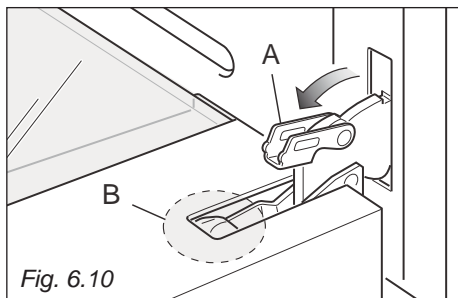
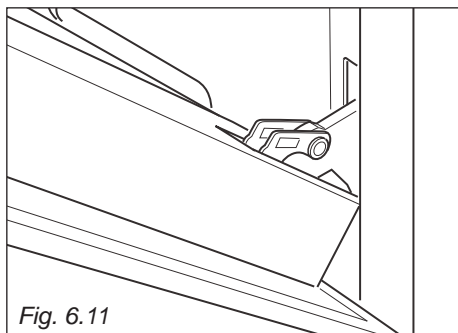

Fig. 6.10
Fig. 6.11
- Aprire completamente la leva "A" delle cerniere destra e sinistra (fig. 6.10).
- Socchiudere dolcemente la porta (fig. 6.11) fino a quando le leve "A" delle cerniere destra e sinistra si agganciano alla parte "B" della porta (fig. 6.10).